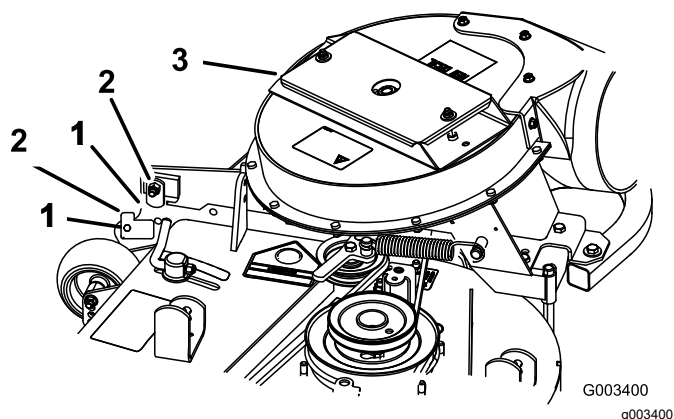

Figure 18
3. Fermez le ventilateur pour vérifier que les verrous sont correctement réglés (Figure 18).